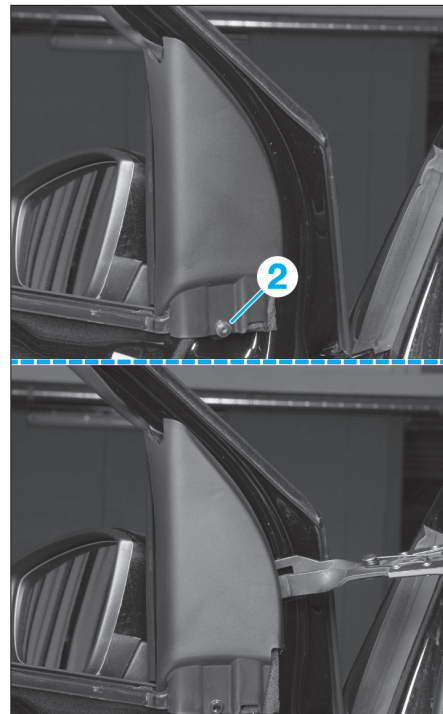

FIG. 79
- Déposer la vis (2) (Fig.79).